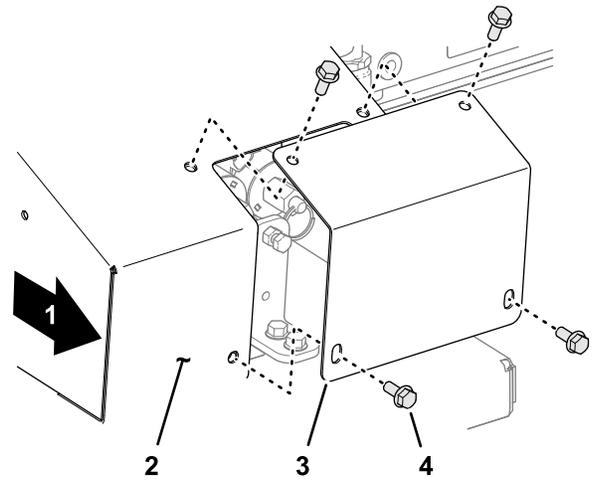

图 32
- 在机器右侧卸下将盖板固定到超控装置盖上的 4 个凸缘平头螺丝图 32。